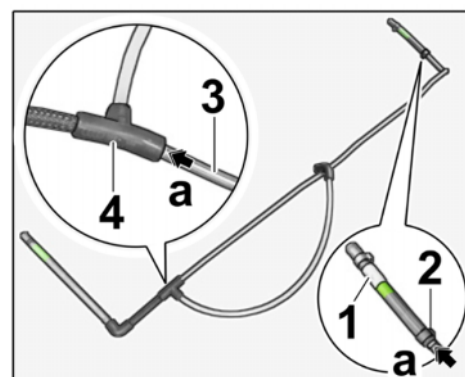

Bild 26
6.1.3 Unterdruckleitung Metall (9P1.251.838.A) ⇒ *Bild 26 -3-* bis zur Markierung (weiß) ⇒ *Bild 26 -Pfeil a-* in das T-Stück ⇒ *Bild 26 -4-* stecken.
Unterdruckleitung Metall bis zur Markierung (weiß) ⇒ *Bild 26 -Pfeil a-* in Stahlflexleitung 93 mm ⇒ *Bild 26 -1-* stecken.
Ein-Ohrschlauchklemme ⇒ *Bild 26 -2-* zusammendrücken.